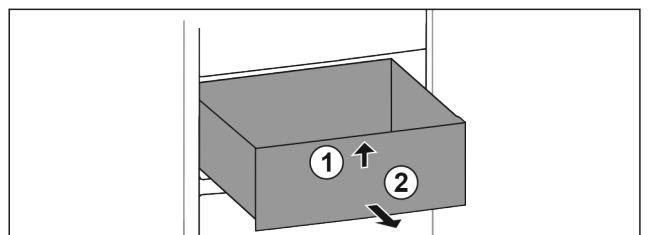

Fig. 71
- ▶ Sollevare il cassetto dal davanti. Fig. 71 (1)
- ▶ Rimuovere il cassetto tirandolo in avanti. Fig. 71 (2)